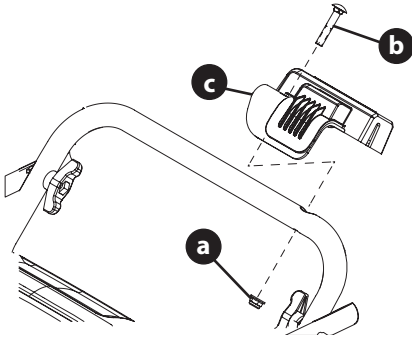

Figure 3
2. Retirez l'écrou (a) et le boulon de (b) la poignée inférieure (Figure 3).